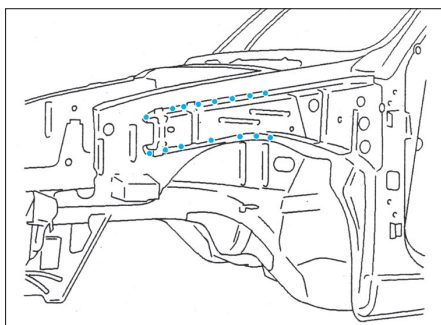

FIG. 14
- Poser le renfort de doublure d'aile AV (Fig.14).